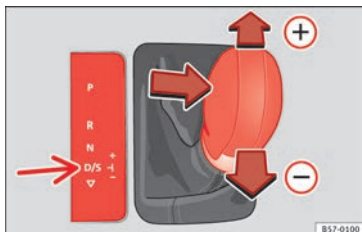

Fig. 199 Console centrale: cambio del rapporto di marcia con tiptronic.
- Tirare la leva selettoria in avanti (+) per inserire una marcia superiore »» **fig. 199**.